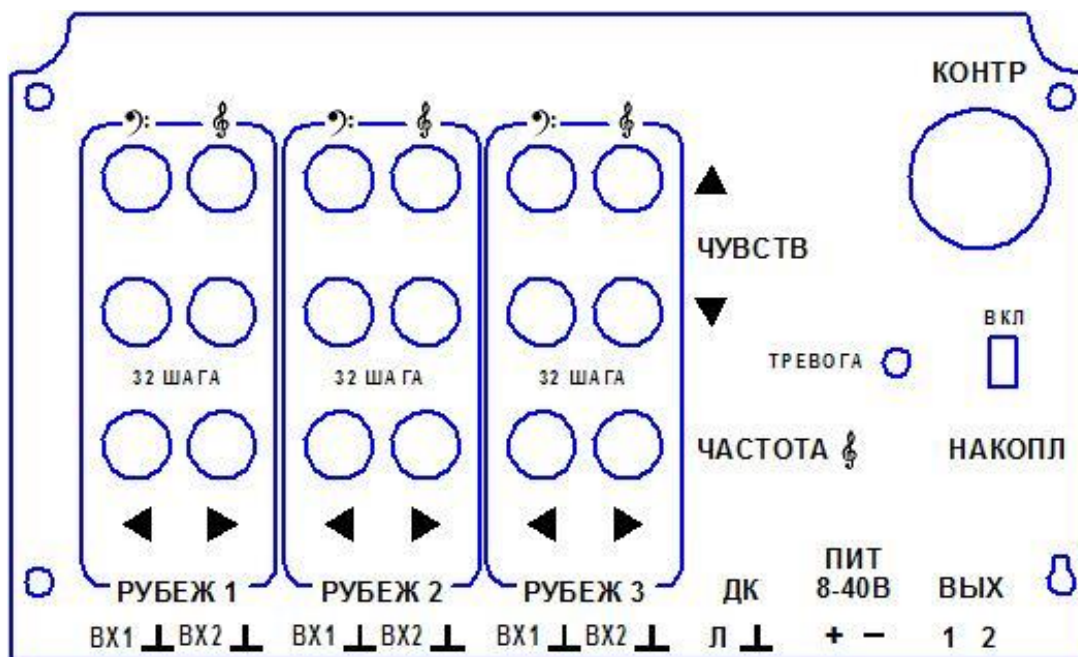

Рис. 5. Элементы управления и регулировки извещателя на фальш-панели БОСС
3.1.1 Извещатель имеет следующие элементы управления и регулировки (рис. 5):